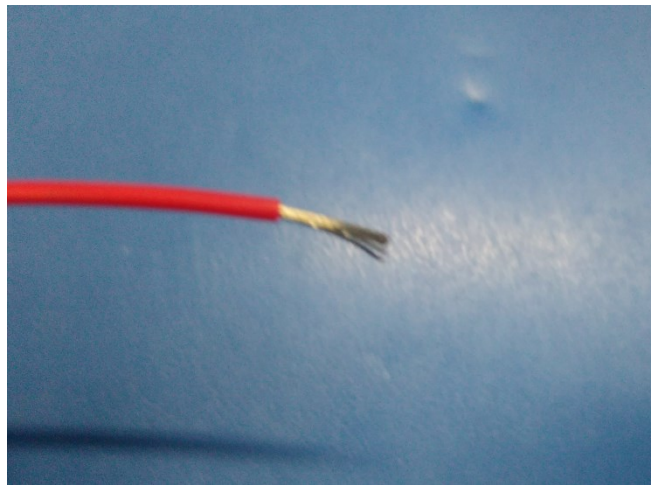

图 1
2.1 根据所选用针形预绝缘端子规格进行剥线，剥线长度依据所选针形端子。如图 1